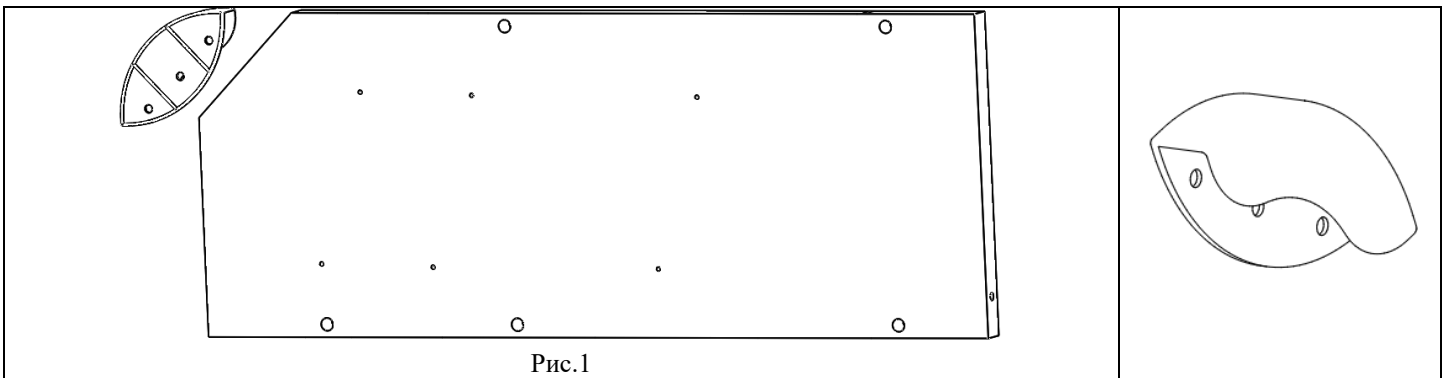

Рис.1
4.1.1. К стенке боковой левой (поз.1,) установить ТУВ.06.202. Уголок (поз.1 пакет №132, упаковочное место 2) и закрепить при помощи самореза с прессшайбой 4,2x16 остр. (поз.2 пакет №132, упаковочное место 2), см. рис. 1,1а.
Рис.1а